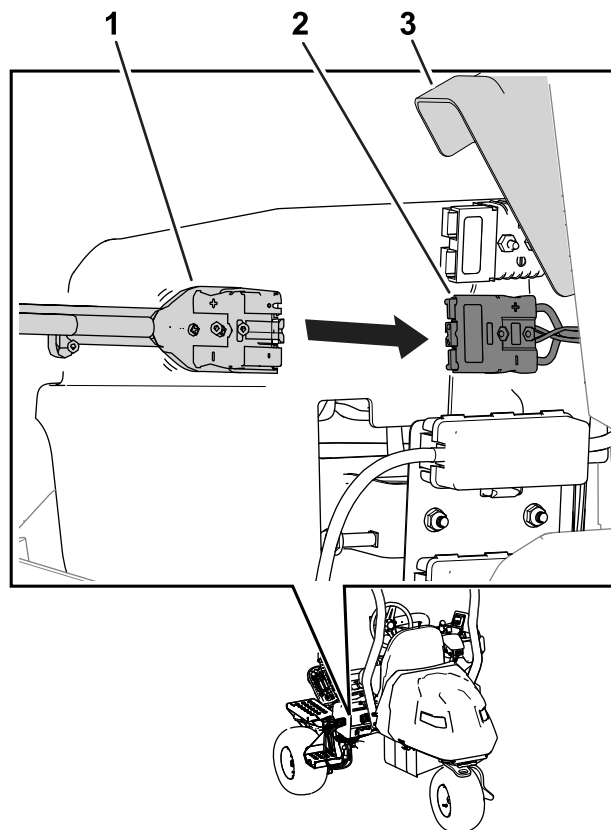

Figura 33
7. Ridicați capacul conectorului i glisați conectorul de ieșire al încărcătorului în conectorul pentru încărcător de pe maină (Figura 33).